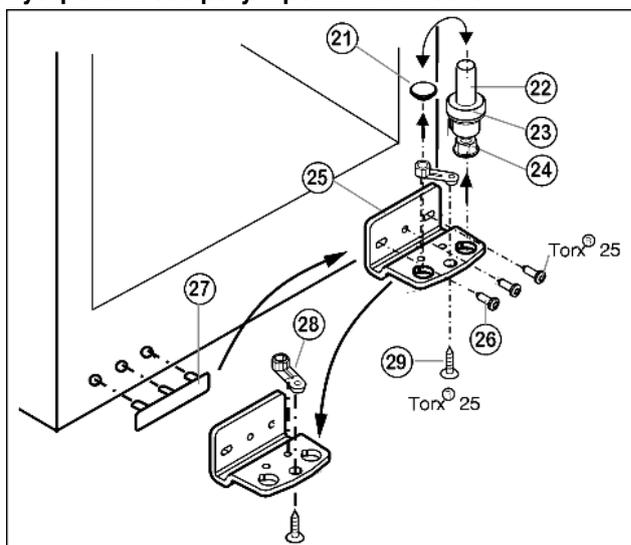

Fig. 5
- ▶ Извлеките опорный винт Fig. 5 (22) в комплекте с шайбой Fig. 5 (23) и регулируемой опорой Fig. 5 (24), вытягивая его вверх.
- ▶ Снимите пробку Fig. 5 (21).
- ▶ Открутите Fig. 5 (26) опорный кронштейн Fig. 5 (25).
- ▶ Открутите Fig. 5 (29) опорную деталь Fig. 5 (28) и, переставив в отверстие на противоположной стороне опорного кронштейна, снова прикрутите.
- ▶ Осторожно снимите и переставьте на противоположную сторону крышку со стороны ручки Fig. 5 (27).
- ▶ Снова прикрутите опорный кронштейн Fig. 5 (25) на новой стороне шарнира (с моментом 4 Нм). При необходимости используйте аккумуляторный шуруповёрт.
- ▶ Переставьте пробку Fig. 5 (21) в свободное отверстие.
- ▶ Вновь установите опорный винт Fig. 5 (22) в комплекте с шайбой и регулируемой опорой. При этом фиксатор должен быть направлен назад.